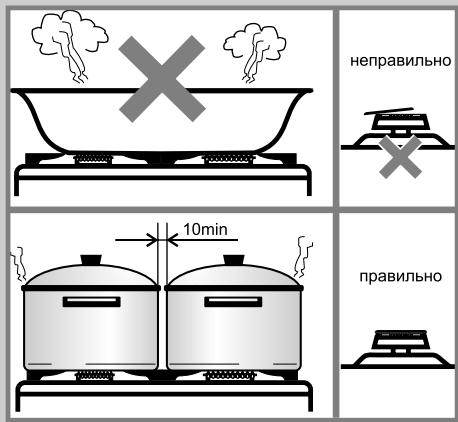

Рис.21
- Запрещается устанавливать на решетки какие-либо дополнительные рассекатели пламени и пользоваться горелками со смещёнными и крышечками (рис.21). Это приведет к неполному сгоранию газа, а также может привести к разрушению стеклянной варочной панели или необратимому ухудшению внешнего вида варочной панели из нержавеющей стали.